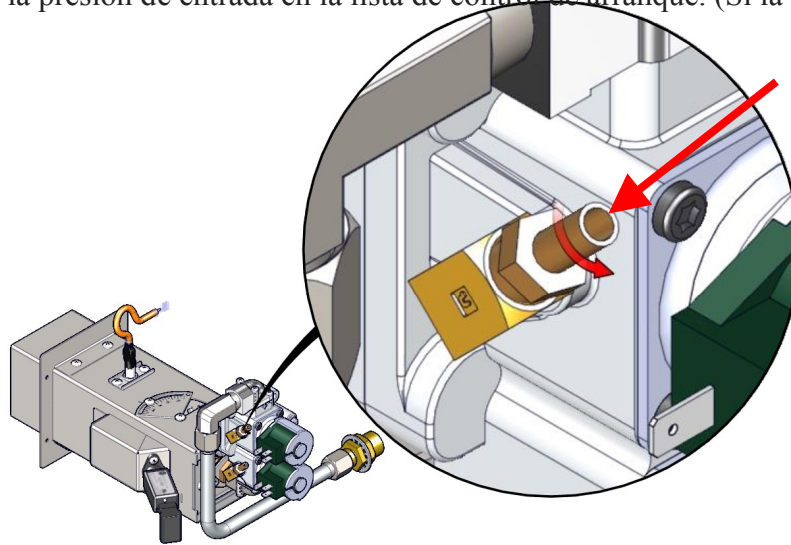

Figura 1
- Aflojar el tornillo 1 en sentido horario completo giro en sentido contrario (Figura 1)